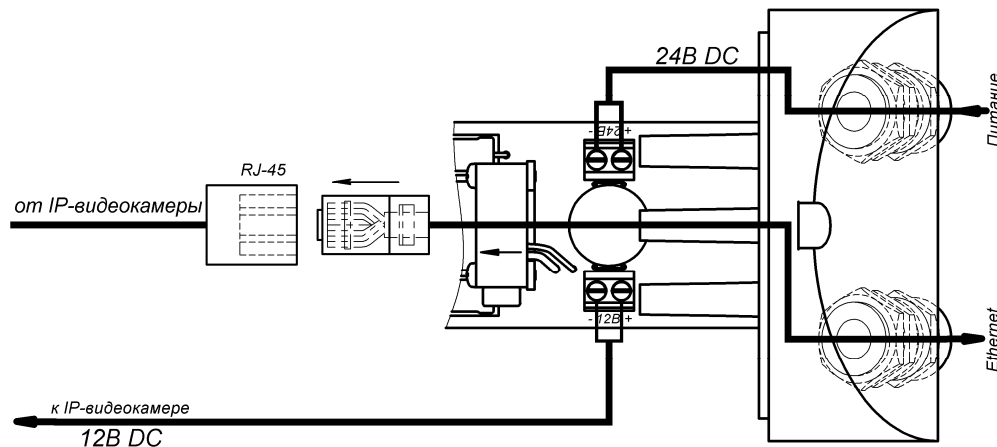
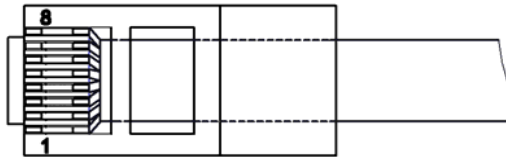

Рис.2 Подключение ТВК-61IP
Рис. 3 Обжимка кабеля кат.5е
1. Установить кронштейн (2) на штатное место, закрепить на нём гермобок с видеокамерой (1).
2. Ввести через гермовводы внешние кабели (кабель Ethernet и кабель питания). Кабель питания подключить к плате коммутации к клеммнику «+ 24 -», соблюдая полярность (см.рис.2). На кабель Ethernet обжать вилку RJ-45 (см.рис.3).
7. Ослабив болт (4.1) фиксации шарнира (4), установить видеокамеру на нужное направление обзора, после чего надёжно зафиксировать шарнир, затянув болт.